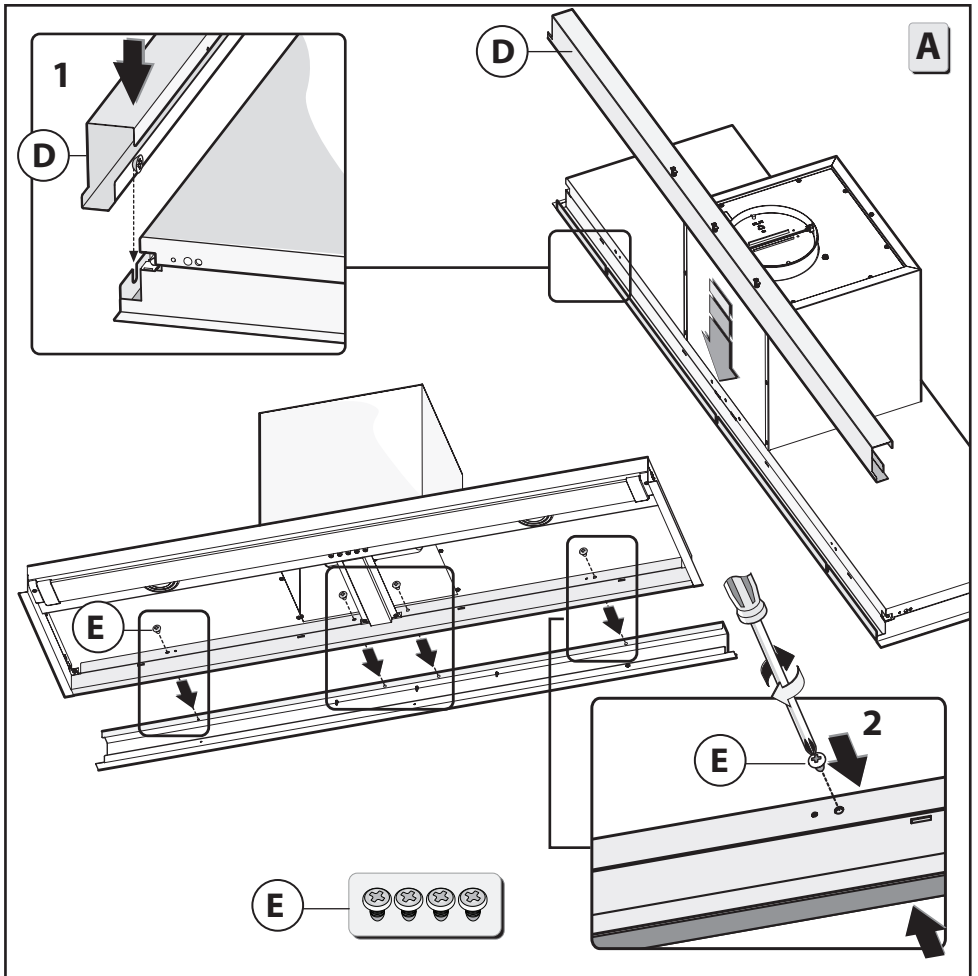

Fig.7
- Installazione del distanzierino Fig.7: